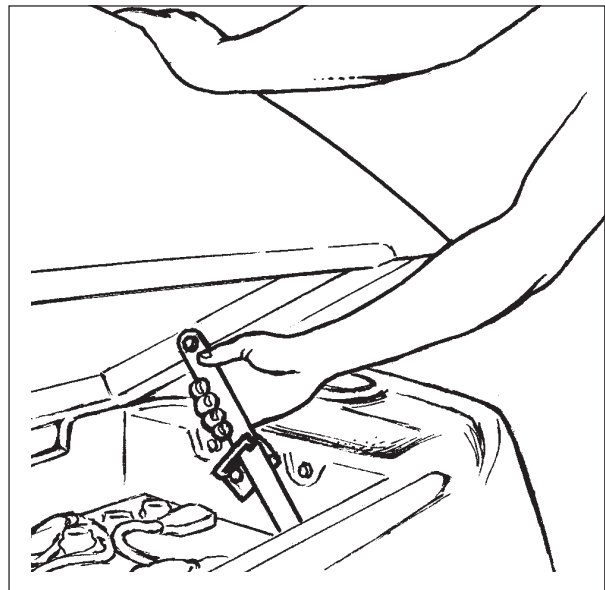

Figure 8B
**REMARQUE :** Il existe une position intermédiaire pour maintenir le réservoir de récupération ouvert afin de pouvoir recharger les batteries. Voir figure 8B.